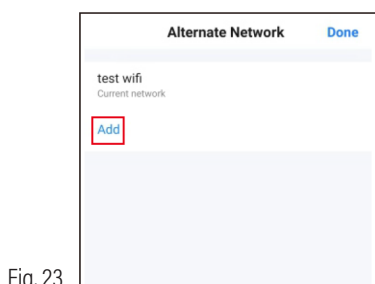
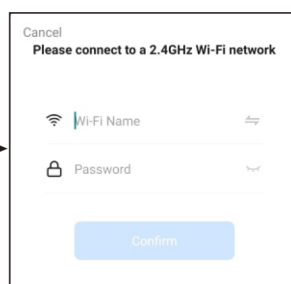

Fig. 23
Fig. 24
2. La configurazione dell'applicazione sarà completata come mostrato nella Fig. 23. La configurazione è stata completata con successo, come mostrato nella Fig.24. È possibile modificare i nomi dei dispositivi configurati con successo e selezionare le posizioni delle stanze in cui si trovano i dispositivi corrispondenti.